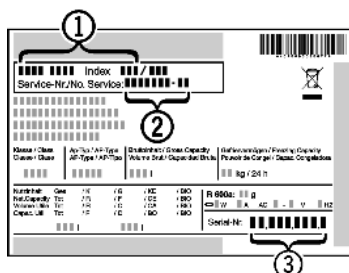

Fig. 15
- ▶ Gerätebezeichnung Fig. 15 (1), Service-Nr. Fig. 15 (2) und Serial-Nr. Fig. 15 (3) vom Typenschild ablesen. Das Typenschild befindet sich an der linken Geräteinnenseite.
- ▶ Den Kundendienst benachrichtigen und den Fehler, Gerätebezeichnung Fig. 15 (1), Service-Nr. Fig. 15 (2) und Serial-Nr. Fig. 15 (3) mitteilen.